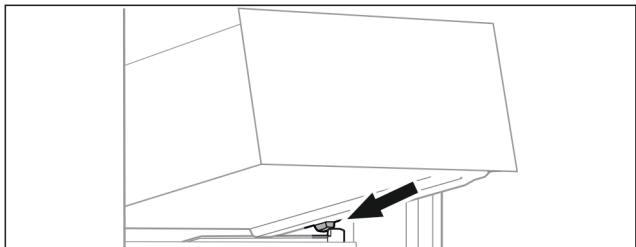

Fig. 134
- ▶ Coloque el cajón inclinado detrás de los topes sobre la nervadura para recipientes. (consulte Fig. 134)